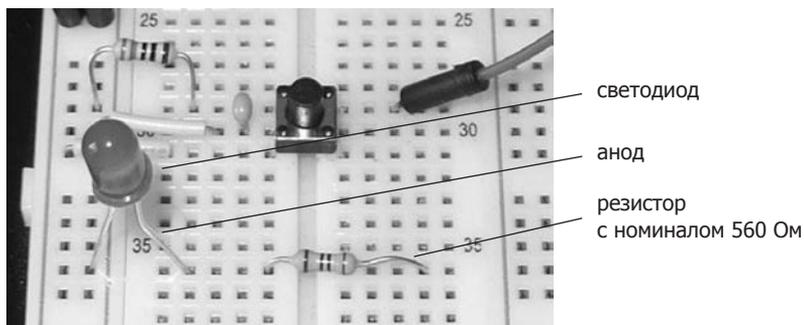

Рис. 4.24. Включение светодиода и резистора с номиналом 560 Ом
5. Вставьте светодиод в макетную плату коротким выводом (катодом) в один из разъемов вертикального ряда GND, а длинным выводом (анодом) — в один из разъемов горизонтального ряда правее. Затем подсоедините резистор с номиналом 560 Ом справа от светодиода, как показано на рис. 4.24.